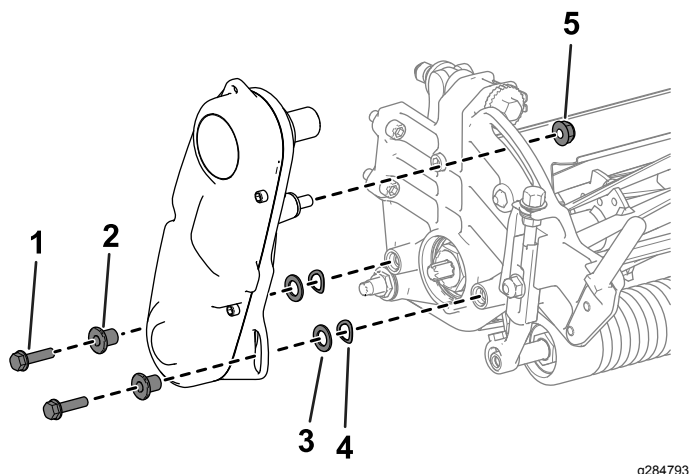

Рисунок 5
1. Снимите детали крепления привода барабана в сборе к боковой пластине (Рисунок 5).
2. Снимите привод барабана в сборе, плоские шайбы, пружинные шайбы и проставки с боковой пластины (Рисунок 5).